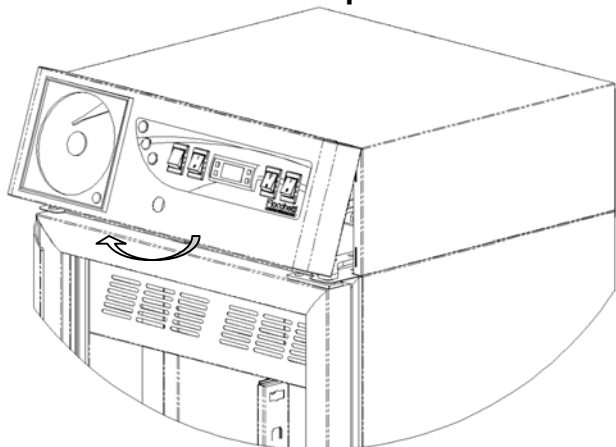
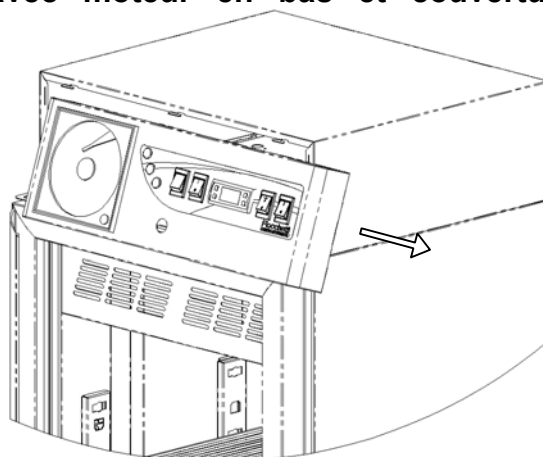

Fig.16
Fig.17
**Phase 2** La façade est bloquée dans la partie supérieure avec nr. 3 accrochages et, donc, il est nécessaire de la pencher à l'extérieur de l'appareil pour la décrocher latéralement (Fig.16) et la désenfiler vers droite (Fig.17).